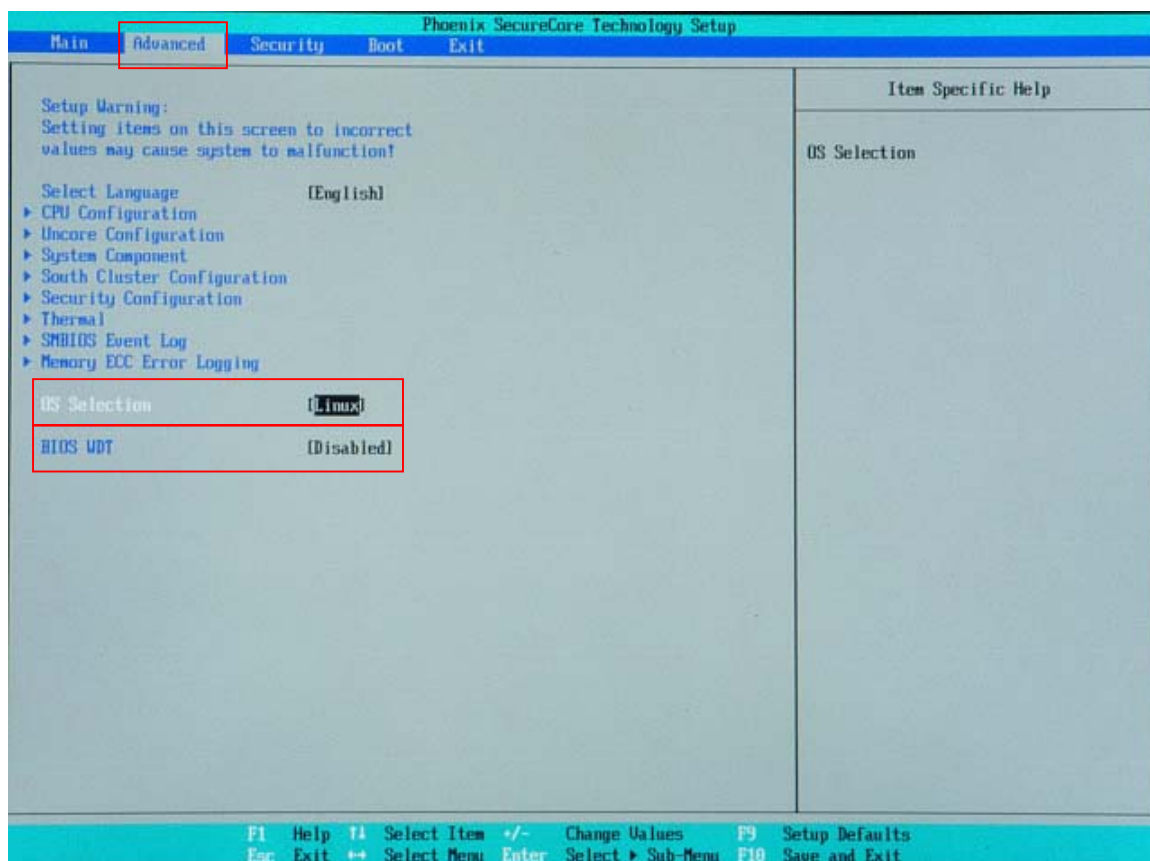

図 6-1-2. BIOS 設定 Advanced メニュー
- ① LAN ケーブルが接続されている場合は、LAN ケーブルを取り外してください。
- ② USB メモリ、SD カードなどのストレージメディアが接続されている場合は、ストレージメディアを取り外してください。また、サブストレージ（mSATA2）が接続されている場合は、サブストレージを取り外してください。
- ③ USB-DVD ドライブにリカバリ DVD を入れ EC シリーズ本体に接続します。
- ④ USB キーボード、USB マウスを接続します。
- ⑤ 電源を入れます。BIOS 起動画面が表示されたところで[F2]キーを押し、BIOS 設定画面を表示させます。
- ⑥ BIOS設定画面が表示されたら、[Advanced]メニューを選択します。（図 6-1-2）
- ⑦ [OS Selection]を[Linux]、[BIOS WDT]を[Disabled]に設定します。
- ① 電源を入れ、BIOS 起動画面が表示されたところで [F2] キーを押し、BIOS 設定画面を表示させます。
- ② BIOS 設定画面が表示されたら、[Advanced] メニューを選択します。(図 6-1-2)
- ③ [OS Selection] を [Windows]、[BIOS WDT] を [Enabled] に設定します。
- ⑩ 電源を入れ、BIOS 起動画面が表示されたところで[F2]キーを押し、BIOS 設定画面を表示させます。
- ⑪ BIOS設定画面が表示されたら、[Advanced]メニューを選択します。(図 6-1-2)
- ⑫ [OS Selection]を[Windows]、[BIOS WDT]を[Disabled]に設定します。